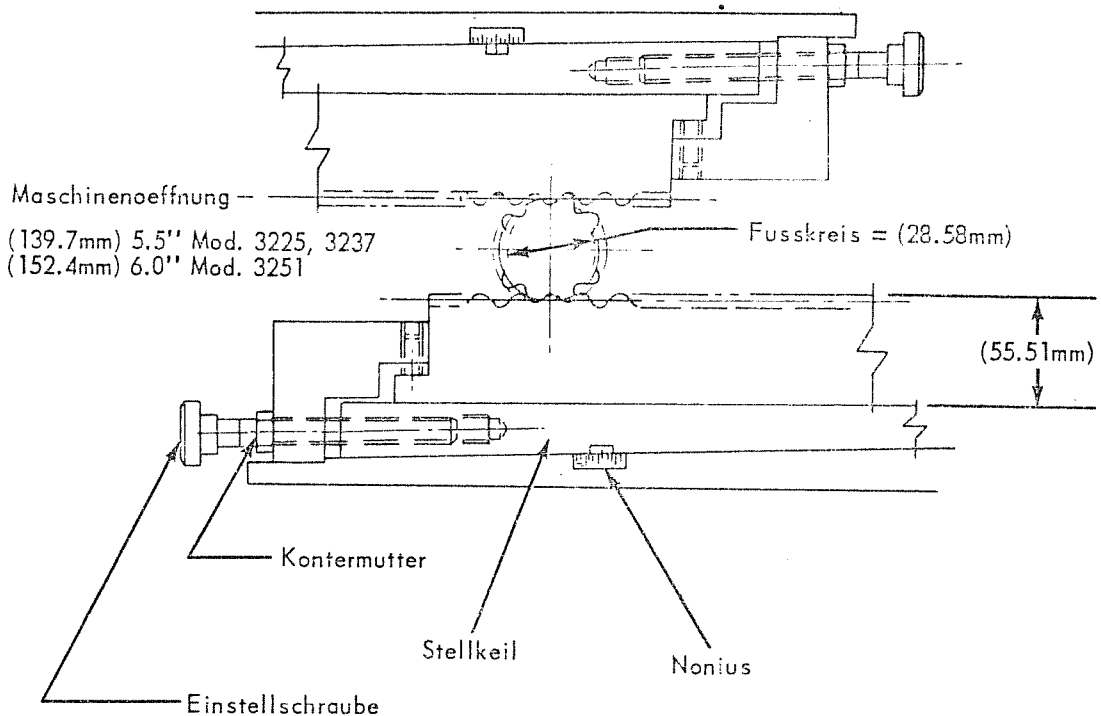

Abbildung 7
3. Summe aus Punkt 2 von der Maschinenoeffnung abziehen (siehe Abbildung 7), und zwar mit dem Stellkeilnonius auf Null.